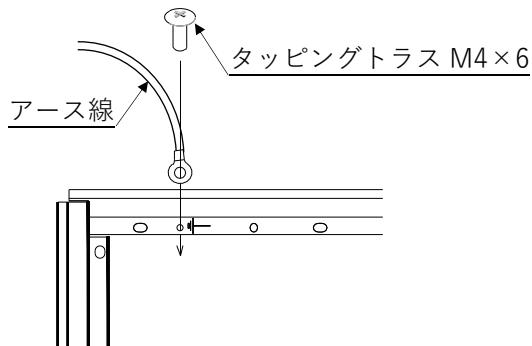

図 5-1. モジュール枠での架台のアース接続
④一番棟側で、モジュール押え金具にタッピングトラス M4×6 でアース接続してください（図 3-4 参照）。なお、モジュール E 枠のアース用ボルト穴を使ってアース接続することもできます（図 5-1 参照）。